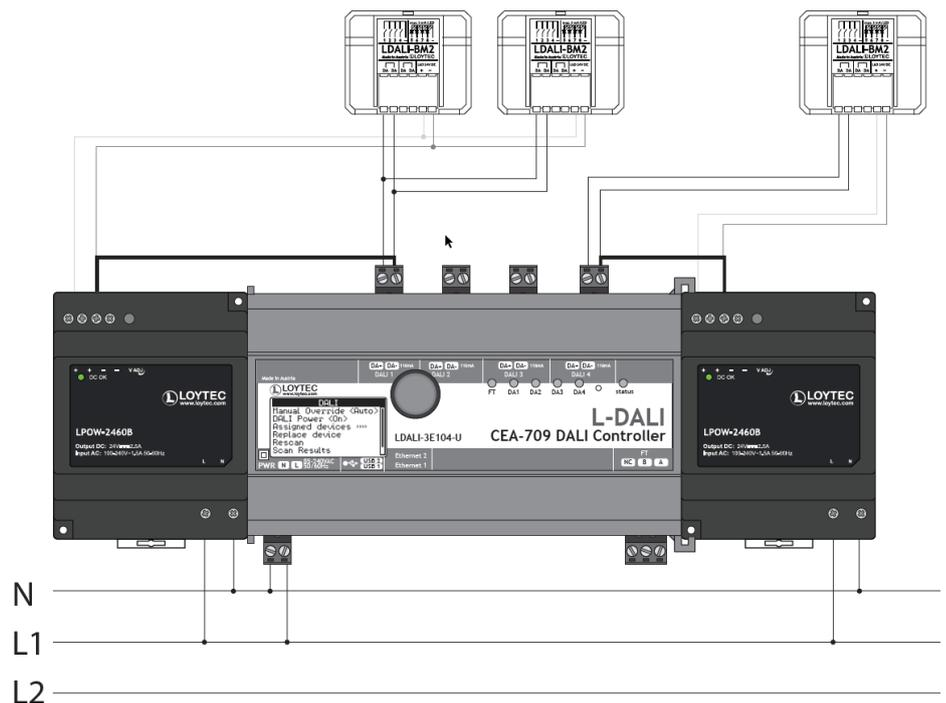

Abbildung 30: Feedback-LEDs - Versorgung über 24V Netzteil
- Verwenden Sie je DALI-Kanal ein eigenes 24V DC Netzteil zum Versorgen der Feedback LEDs. Stellen Sie einen Potentialausgleich nach Abbildung 30 her.